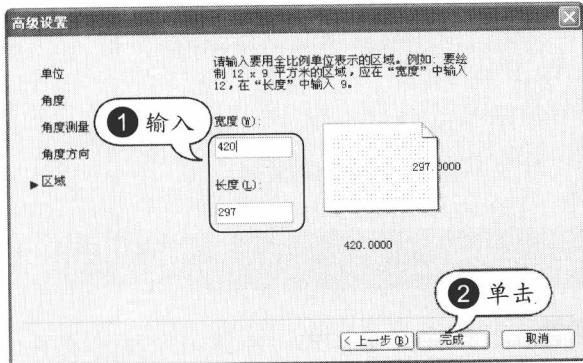

图 1-6 设置绘图区域
**STEP 06** 设置绘图区域。输入图纸的宽度和长度，然后单击“完成”按钮，如图 1-6 所示。